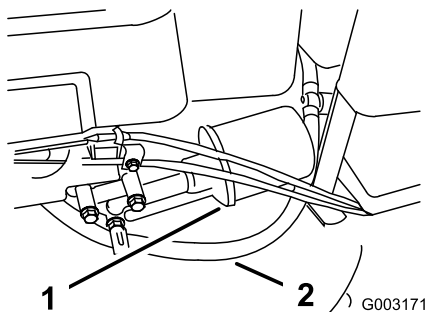

Figura 28
Cambie el filtro de aceite (Figura 28) cada 100 horas de operación o una vez al año, lo que ocurra primero.
3. Desconecte el tubo de combustible (Figura 28) aflojando la abrazadera en el carburador.